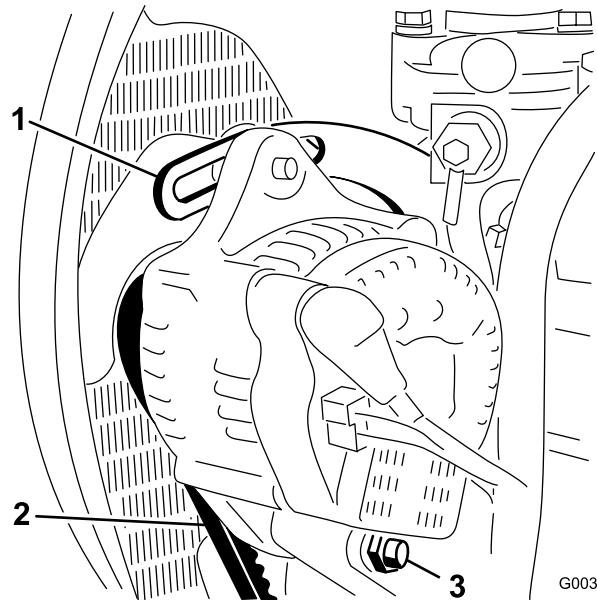

Bild 55
2. Prüfen Sie die Spannung des Lichtmaschinenriems, indem Sie eine Kraft von 10 kg in der Mitte zwischen der Lichtmaschine und den Riemscheiben der Kurbelwelle ansetzen (Bild 55).
3. Lockern Sie die Schrauben, mit denen der Bügel am Motor befestigt ist sowie die Schraube, mit der die Lichtmaschine an der Strebe befestigt ist (Bild 55).